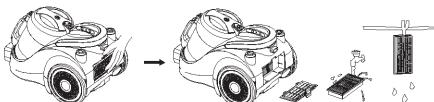

Рис. 10
4. Установите решетку выходного отверстия на место (Рис. 10).